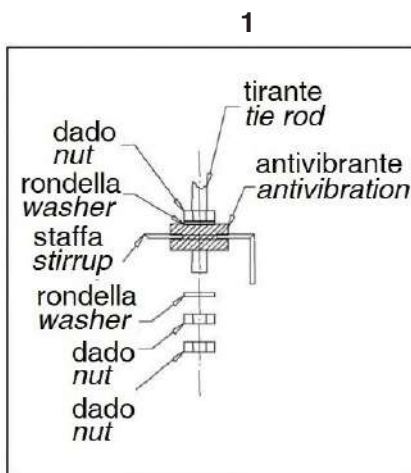
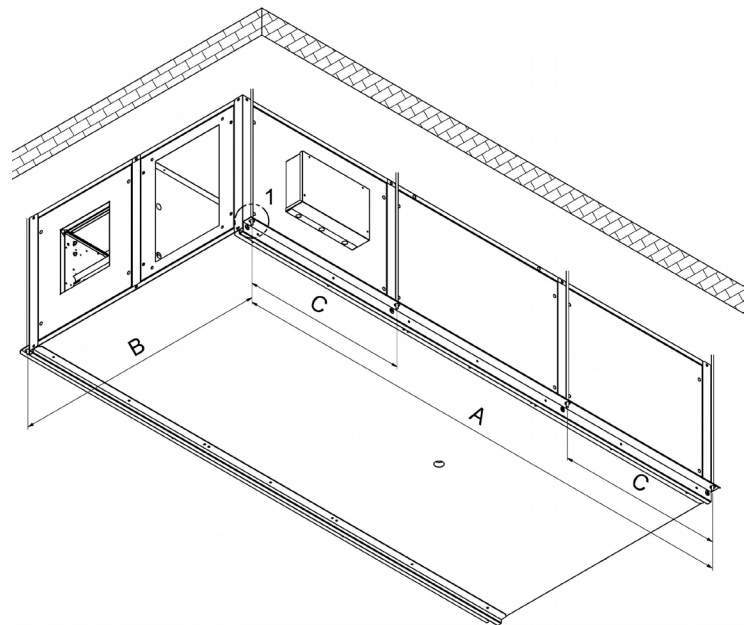

Fig.10A
Fig.10B
VERSIONE ORIZZONTALE (Fig. 10A - Fig. 10B)
1) Eseguire la foratura a soffitto e fissare i tiranti filettati M8 come indicato (Fig. 10A).
2) Posizionare l'unità sui tiranti (1 Fig. 10B).